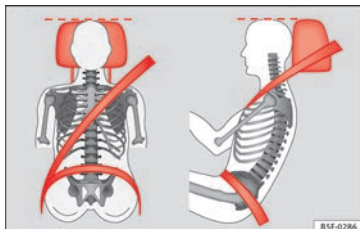

Abb. 4 Richtig eingestellte Kopfstütze von vorne und seitlich betrachtet.
- Stellen Sie die Kopfstützen so ein, dass sich die Oberkante der Kopfstütze möglichst auf einer Linie mit dem oberen Teil des Kopfes, jedoch nicht niedriger als Augenhöhe befindet »» Abb. 4.